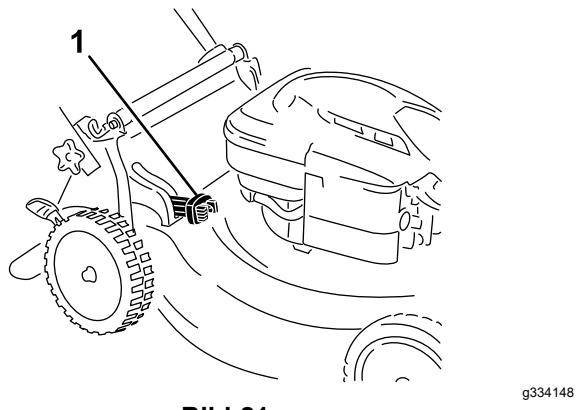

Bild 21
- Zum Sammeln des Schnittguts und Laubs drücken Sie die Taste am Hebel für den zuschaltbaren Fangkorb und bewegen den Hebel nach vorne, bis die Taste am Hebel herausspringt (**Bild 21**).